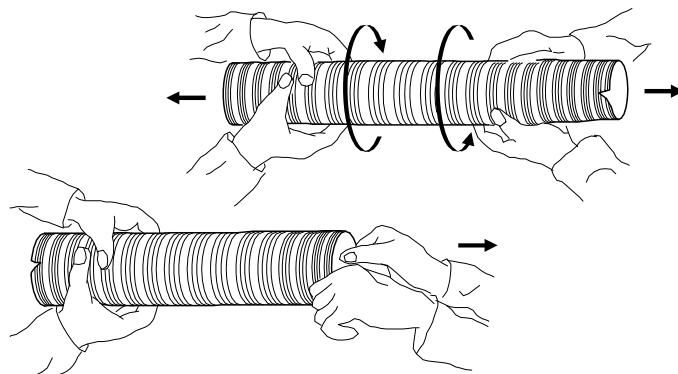

Fig. 6.4.1
Para acceder al mismo es necesario desmontar la puerta (2), el marco (3) la chapa microperforada (4) y el tamponamiento (5) (Fig. 6.4.1).
Tomar el tubo flexible en los extremos y alargarlo, acompañándolo con un movimiento giratorio (Fig. 6.4.1).